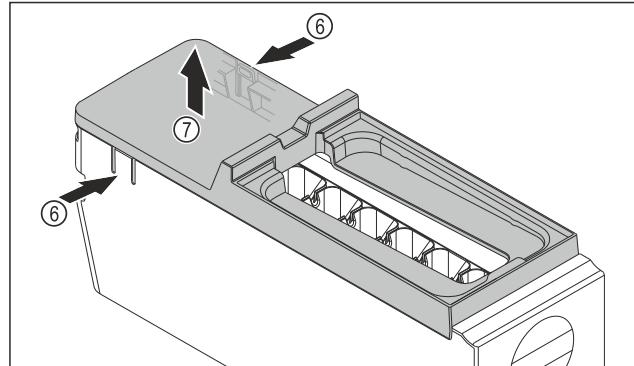

Fig. 75
- Izvadite poklopac tijela sustava EasyTwist-Ice: Pritisnite jezičke Fig. 75 (6) na obje strane tijela sustava EasyTwist-Ice jednom rukom.
- Poklopac Fig. 75 (7) drugom rukom izvucite prema gore.